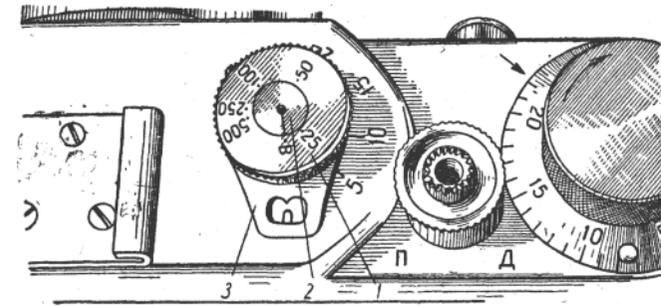

Рис. 167. Головка выдержек.
В фотоаппарате «Зоркий» рычаг экспозиции 1 (см. рис. 126) крепится винтом с широкой головкой, под которой находится пружина. Головка выдержек 8 (рис. 116) устанавливается сверху. В аппарате «Зоркий-С» рычаг экспозиции 2 (рис. 168,а) немного выше и винт / крепления рычага входит в отверстие головки выдержек 1 (рис. 167). При установке необходимой выдержки затвора соловка
2. Нулевое положение синхрорегулятора сместилось. При использовании импульсной лампы устанавливают выдержку затвора $1/жсек$, а рукоятку синхрорегулятора ставят в нулевое положение. Бывает, что, несмотря на соблюдение указанных условий, после проявления пленки часть кадра оказывается неосвещенной. Это случается, если установлена выдержка не $1/25 сек$, а, например $1/100 сек$ (выдержку нужно обязательно проверить до разборки аппарата) либо смещена рукоятка 3 (рис. 167) механизма синхрорегулятора, которая фиксируется одним стопорным винтом; винт может быть плохо завинчен.